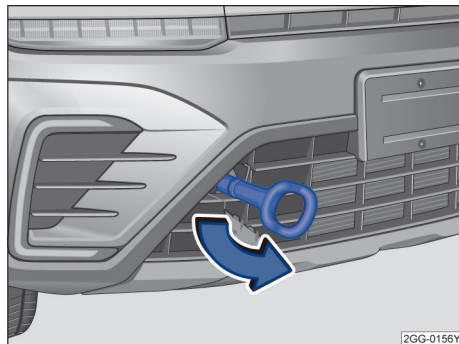

图 147 安装牵引环
- 将牵引环朝箭头方向拧入螺纹孔内，直到限位位置→ 图 147。